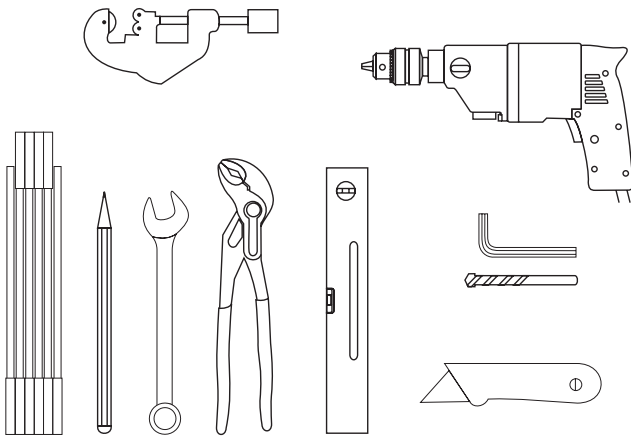

Bild 6 Werkzeug für Montage
- Erforderliches Werkzeug Bild 6.